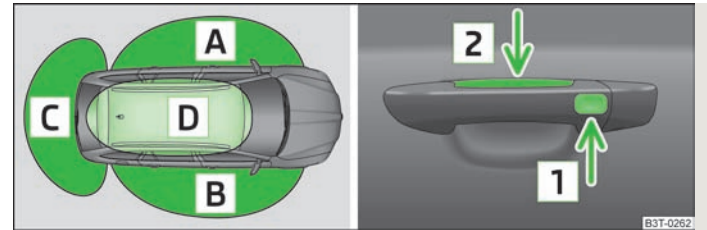

Abb. 15 KESSY: Bezeichnung der Bereiche und Ent- / Verriegeln des Fahrzeugs
- Sensor an der Außenseite des Türgriffs der vorderen Tür **1** » Abb. 15 - dient zum Verriegeln des Fahrzeugs,
- Sensor an der Innenseite des Türgriffs der vorderen Tür **2** » Abb. 15 - dient zum Entriegeln des Fahrzeugs.
Befindet sich ein gültiger Funkschlüssel im Bereich **A** » Abb. 15 oder **B** am Fahrzeug, ist es möglich, das Fahrzeug mittels der jeweiligen Tür im Bereich, in dem sich der Schlüssel befindet, zu entriegeln. D. h., wenn sich der Schlüssel im Bereich **A** befindet, dann kann das Fahrzeug am Griff der vorderen linken Tür entriegelt werden. Befindet sich der gültige Schlüssel im Bereich **C**, dann ist es möglich, die Gepäckraumklappe zu entriegeln.
› Den Türgriff der vorderen Tür fassen oder den Sensor **2** » Abb. 15 mit der ganzen Handfläche bedecken, das Fahrzeug wird entriegelt. Wenn beim Entriegeln der Sensor **2** und gleichzeitig der Sensor **1** überdeckt werden, wird das Fahrzeug nicht entriegelt.
Nach dem Verriegeln des Fahrzeugs mithilfe des Sensors **1** » Abb. 15 ist es 2 Sekunden lang nicht möglich, das Fahrzeug mithilfe des Sensors **2** zu entriegeln. Damit ist es möglich, durch Ziehen am Griff zu prüfen, ob das Fahrzeug verriegelt ist.
- Beim Ent-/Verriegeln des Fahrzeugs mithilfe der Sensoren **1** » Abb. 15 oder **2** keine Handschuhe oder andere Gegenstände verwenden, die einen direkten Kontakt der Hand und des Sensors verhindern könnten.
Wenn nach Verriegeln und Schließen aller Türen inklusive Gepäckraumklappe der Schlüssel, mit dem das Fahrzeug verriegelt wurde, im Fahrzeug im Bereich **D** » Abb. 15 bleibt, aktiviert sich der Schutz gegen ungewolltes Einsperren des Schlüssels im Fahrzeug und es entriegelt wieder.
Wenn das Fahrzeug innerhalb von 60 Stunden nicht entriegelt wird, werden die Sensoren **[1]** » Abb. 15 und **[2]** im Griff der Beifahrertür automatisch deaktiviert. Für eine erneute Aktivierung muss eine der folgenden Bedingungen erfüllt werden:
- Entriegelung der Fahrertür mithilfe des Sensors **[2]** » Abb. 15,
Wenn das Fahrzeug innerhalb von 90 Stunden nicht entriegelt wird, werden auch die Sensoren **[1]** » Abb. 15 und **[2]** im Griff der Fahrertür automatisch deaktiviert. Für eine erneute Aktivierung muss eine der folgenden Bedingungen erfüllt werden:
Wird beim Verriegeln des Fahrzeugs der Finger auf dem Sensor **[1]** » Abb. 15 für länger als 2 Sekunden gehalten, werden geöffnete Fenster und das Panorama-Schiebedach geschlossen. Wenn der Sensor **[1]** losgelassen wird, dann wird der Schließvorgang unterbrochen. Wenn der Sensor **[1]** wieder berührt wird, dann wird der Schließvorgang der Fenster und des Panorama-Schiebedachs fortgesetzt.